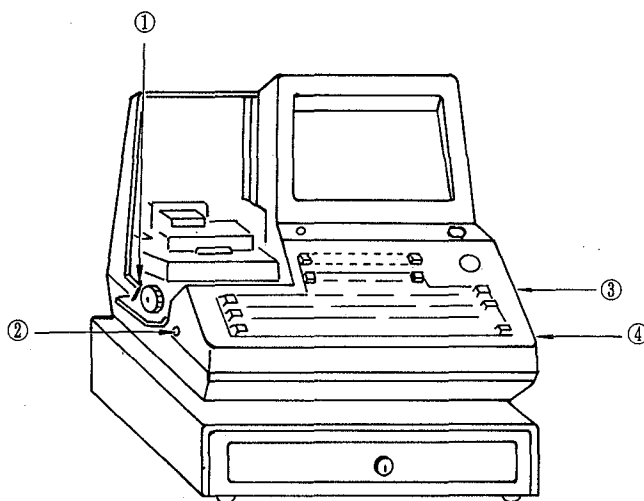

Fig. 13
- (3) Retirer les vis (4) comme il est montré à la Fig. 13 et enlever le boîtier supérieur.